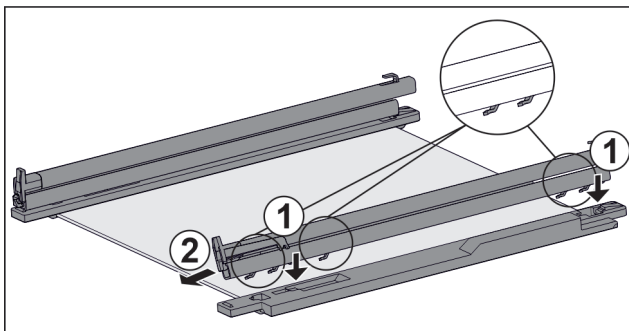

Fig. 130 Glasplatte mit Schienen und Halteteilen
- ▶ Haken der Schiene auf die Öffnungen des **linken** Halteteils setzen. Fig. 130 (1)
- ▶ Schiene nach vorne ziehen. Fig. 130 (2)
- ▶ Haken der Schiene auf die Öffnungen des **rechten** Halteteils setzen. Fig. 130 (1)